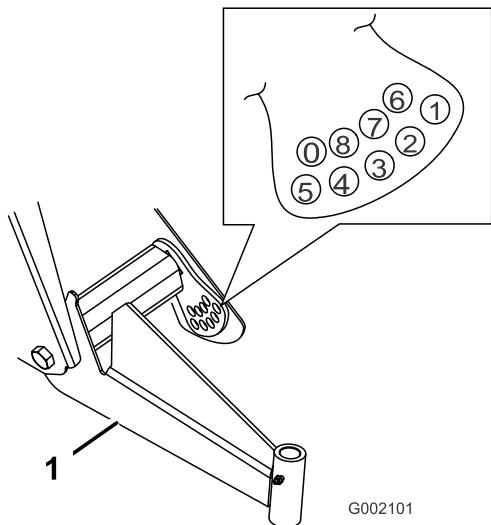

**Figure 42**
- 2. Enlevez le boulon limiteur de course (Figure 42).
- 3. Desserrez les boulons de centrage dans le bras triangulé avant (Figure 42).
- 4. Retirez le boulon de réglage de hauteur de caisse (Figure 42).
5. Tournez le bras triangulé avant à la position voulue (voir la note ci-après), puis remettez en place le boulon de réglage de hauteur de caisse (Figure 42).
7. Reposez le boulon limiteur de course (Figure 42).